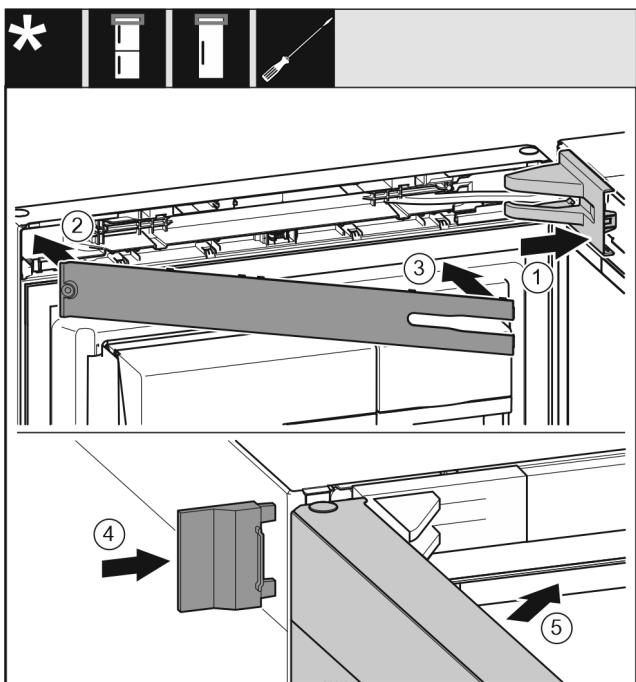

Fig. 22
- Τοποθετήστε και κουμπώστε το κάλυμμα του στηρίγματος, ενδεχ. αποσυμπιέστε το προσεκτικά. Fig. 22 (1)
- Τοποθετήστε το διακοσμητικό κάλυμμα. Fig. 22 (2)
- Κλείστε το διακοσμητικό κάλυμμα και κουμπώστε το. Fig. 22 (3)
- Ωθήστε το εξωτερικό κάλυμμα. Fig. 22 (4)
- Κλείστε την επάνω πόρτα. Fig. 22 (5)